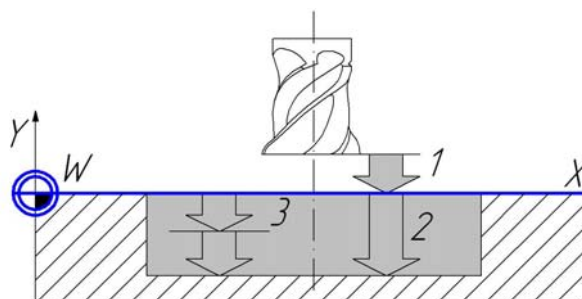

Рис. 4.57. Схема выполнения цикла 5
3. Эта операция повторяется до тех пор, пока не будет достигнута запрограммированная глубина кармана 2 (рис. 4.57). Возможна обработка кармана 2 на всю глубину за несколько врезаний 3 в заготовку.